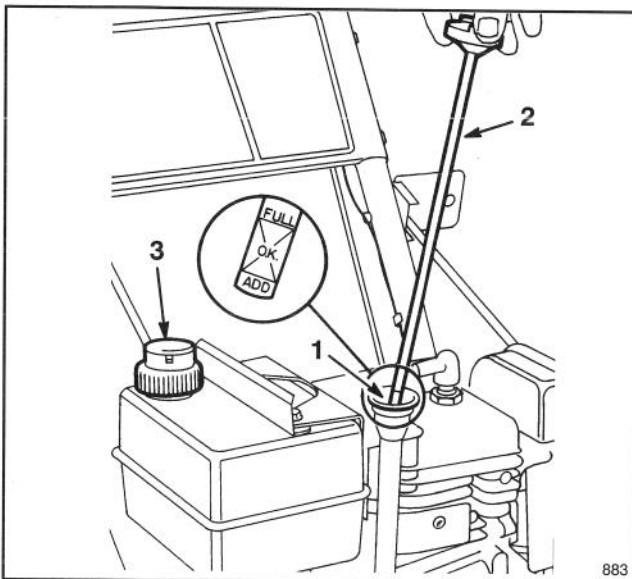

Figure 13
3. Enlevez le bouchon qui ferme le trou de remplissage du carter (Fig. 13).
1. Nettoyez autour du bouchon (Fig. 13). Retirez le bouchon du réservoir de carburant et remplissez le réservoir jusqu'à 6 à 13 mm (1/4 à 1/2 po.) du haut du réservoir, non pas du tube de remplissage, de façon à permettre l'expansion du carburant. Ne remplissez pas le réservoir à fond. Remettez le bouchon du réservoir d'essence.